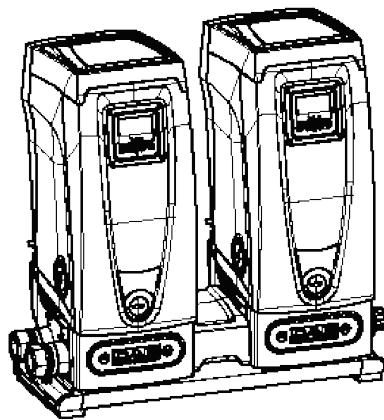

Рисунок 20
- Система монтируется на интерфейс быстрого соединения, как показано на Рис. 20.
Система мульти-насоса считывает, сколько элементов соединены для сообщения и обозначает это количество как N. Затем, в зависимости от параметров NA и NC, система решает, сколько и какие из устройств должны работать в определенный момент. NA представляет собой число устройств, участвующих в перекачивании. NC представляет собой максимальное число устройств, которые могут работать одновременно. Если в цепочке имеются активные устройства NA и одновременно работающие устройства NC, и при этом NC меньше NA, это значит, что максимально могут работать одновременно устройства NC, и что эти устройства будут обмениваться элементами с NA. Если одно устройство конфигурируется как приоритетное запасное, оно будет включено последним в очередности запуска, то есть если, например, у нас есть 3 устройства и одно из них конфигурируется как запасное, запасное устройство начнет работать третьим элементом, а если мы задаем NA=2, запасной не будет работать, за исключением случая, когда одно из активных устройств будет в состоянии сбоя. м. также объяснение параметров. 9.6 NA: Активные устройства; 9.6 NC: Одновременно работающие устройства; 9.6 IC: Конфигурация резерва. DAB поставляет набор из каталога для создания интегрированного узла бустерной станции с 2 системами. Бустерная станция, изготовленная с применением комплекта DAB, показана на Рис. 20.